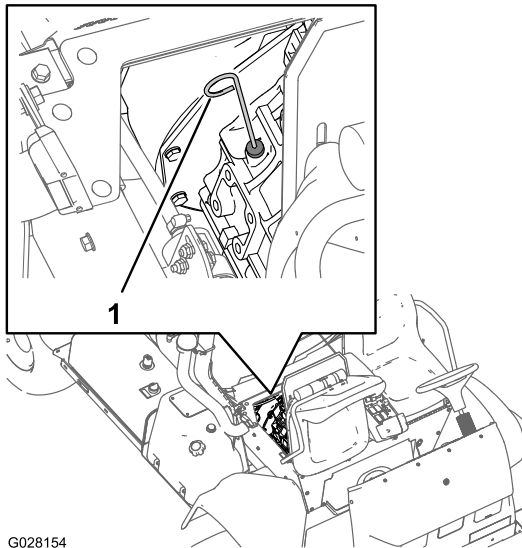

Figura 68
2. Retire a vareta, situada debaixo do banco do passageiro e limpe-a com um pano limpo (Figura 68).